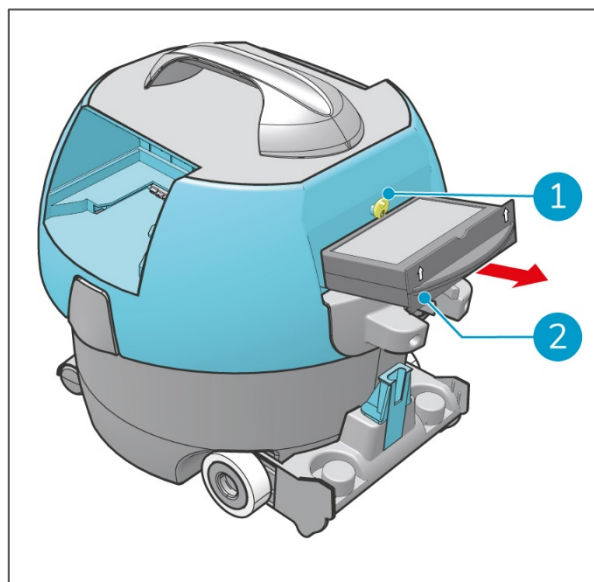

Figure 22
1. Tournez le disque de verrouillage jaune (Figure 22, pos. 1) vers le haut.
2. Retirez le filtre à cassette (Figure 22, pos. 2) du capot de l'i-vac 9B.